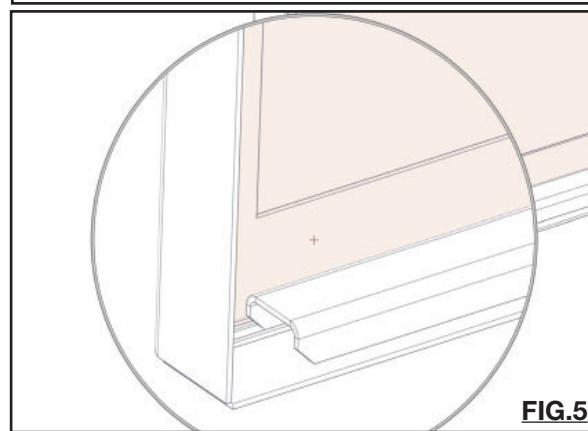

FIG.5
**Assurez-vous que les dispositifs de retenue sont bien positionnés. (FIG.5)**